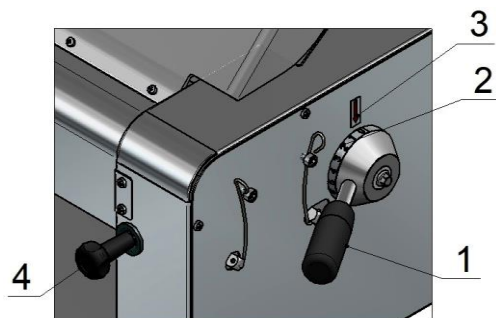

Рисунок 3
7.3.3 **Регулировка толщины диска из теста** осуществляется изменением расстояния между скалками: передней (26) и подвижной (27) (см. рис.2). Для изменения расстояния между передней и подвижной скалками (см. рис.3) поверните рычаг (1), расположив необходимое значение лимба (2) под стрелкой указателя (3): для уменьшения расстояния – против часовой стрелки, для увеличения — по часовой стрелке. Дополнительная фиксация положения рычага (1) не требуется.
7.4.6 Окончательную раскатку заготовки теста произведите при установке подвижной скалки до упора, установленного при помощи рукоятки (4) (см. рис.3).